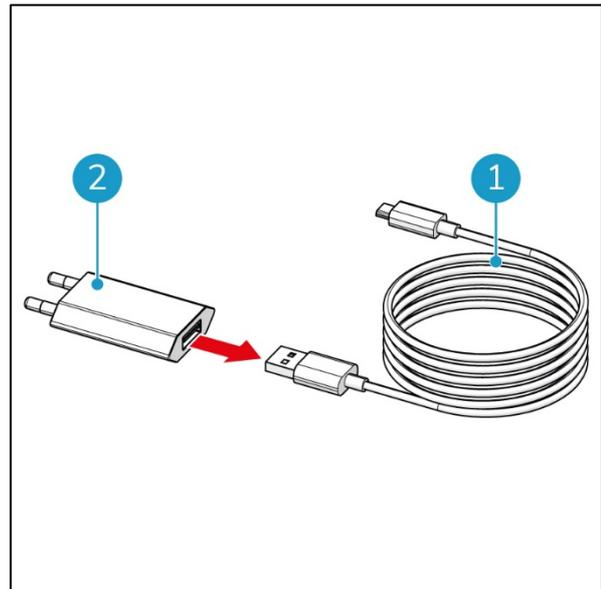

Abbildung 5
1. Verbinden Sie das USB-Ladegerät (Abbildung 5, Pos. 2) mit dem USB-Kabel (Abbildung 5, Pos. 1).